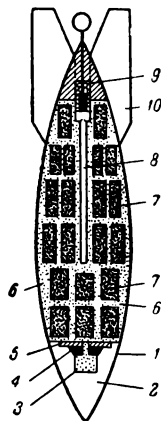

Рис. 42. Германская термитная бомба рассеивающего действия:
**Термитная бомба рассеивающего действия** (германская). В корпусе бомбы (рис. 42), изготовленной из листового железа, помещены 48 небольших цилиндров весом в 50 г каждый из воспламеняющегося в воздухе материала (из смеси азотнокислого бария, термита и смолы).